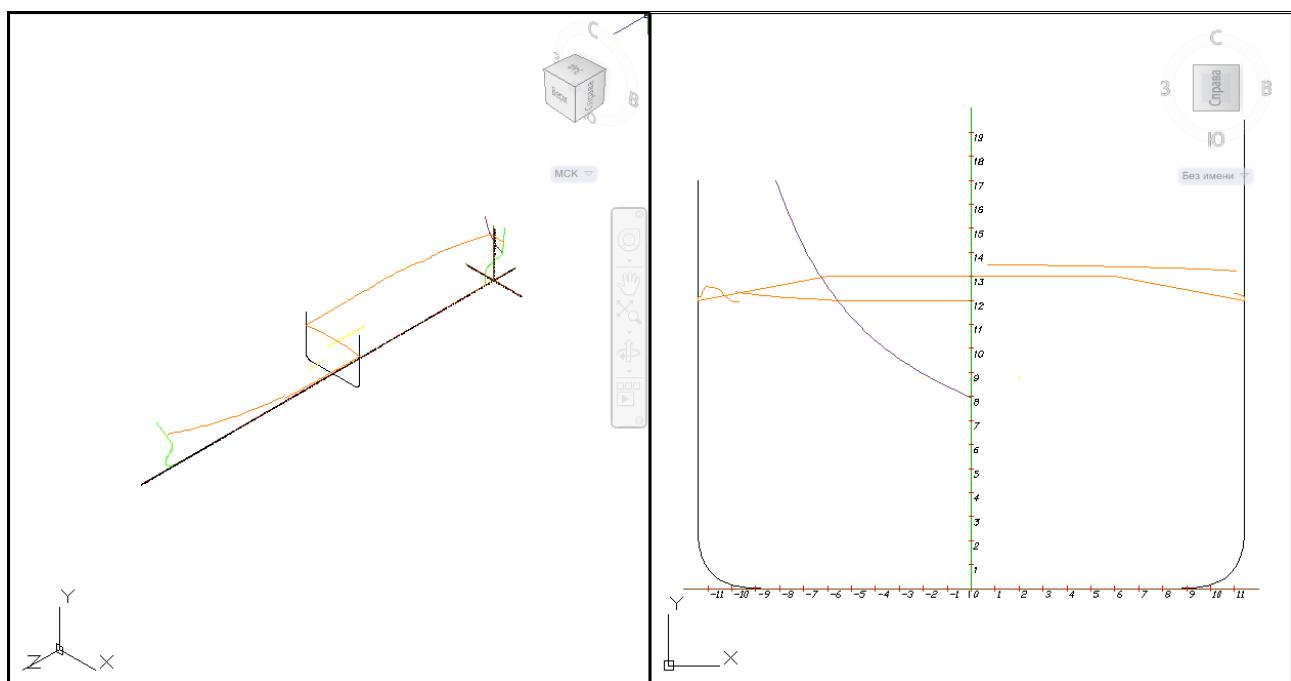

Рисунок 36. Конфигурация ТК
- TK для двухэкранной конфигурации (слева — вид TZ, справа — вид KOR, рисунок 36);